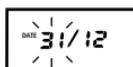

Afb. 1
- Open het batterijdeksel aan de onderkant van het apparaat (zie afb. 1). Plaats de batterijen (zie hoofdstuk 13, "Technische gegevens"). Let bij het plaatsen op de juiste polariteit ("+" en "-"). Sluit het batterijdeksel weer. Het apparaat schakelt automatisch naar de functie Datum / Tijd; wanneer het apparaat voor het eerst wordt ingeschakeld, wordt de dag met het getal "31" weergegeven en de maand met het getal "12". De ingestelde datum is dus 31 december. Stel nu de datum en tijd in, zoals hieronder wordt beschreven.